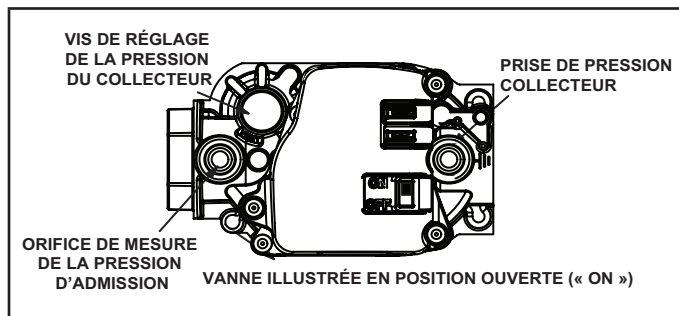

Figure 60
Fonctionnement de la vanne de gaz (Figure 60)
- 6 - Mettre le contacteur de la vanne de gaz sur «OFF». Voir la Figure 60.
- 8 - Mettre le contacteur de la vanne de gaz sur «ON». Voir la Figure 60.